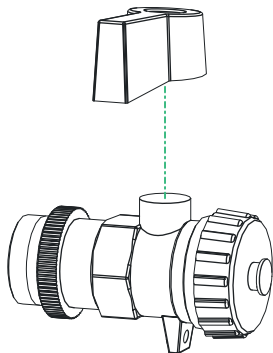

Fig. 21 Sfilare la maniglia del rubinetto di riempimento e svuotamento
- Sfilare la maniglia del rubinetto di riempimento e svuotamento – Fig. 21.